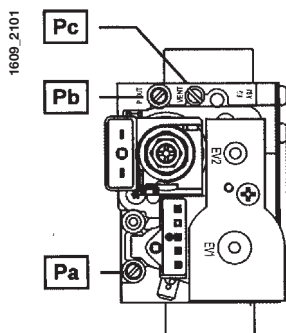

Figura 10
- conectar la toma de presión positiva de un manómetro diferencial, si es posible de agua, a la toma de presión (**Pb**) de la válvula del gas (Figura 10). Sólo en los modelos con cámara estanca: conectar la toma negativa de dicho manómetro a una "T" que permita conectar simultáneamente la toma de compensación de la caldera, la toma de compensación de la válvula del gas (**Pc**) y el manómetro. (Una medición similar se puede realizar conectando el manómetro a la toma de presión (**Pb**) sin el panel frontal de la cámara estanca).
- controlar que la presión dinámica de alimentación de la caldera, medida en la toma de presión (**Pa**) de la válvula del gas (Figura 10), sea correcta (37 mbares para el gas propano o 20 mbares para el gas natural).
- Regular el tornillo "**Pmax/Pmin**" (figura 10) hasta obtener el valor de presión que se indica en la Tabla 1.